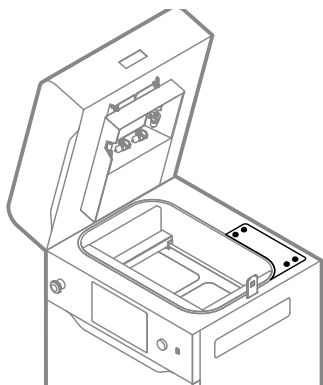

Abb. 12.62 Entferne vier Schrauben von der Zugangsklappe.
6. Entferne mit einem 2-mm-Inbusschlüssel die vier Schrauben, mit denen die Zugangsklappe auf der Oberseite des Druckers befestigt ist (Abb. 12.62).